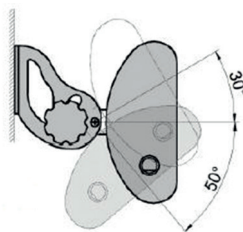

Рис. 4
7. Поверните его на нужный угол и зафиксируйте положение ручками-винтами, расположенными на боковых сторонах кронштейна (рис. 4).